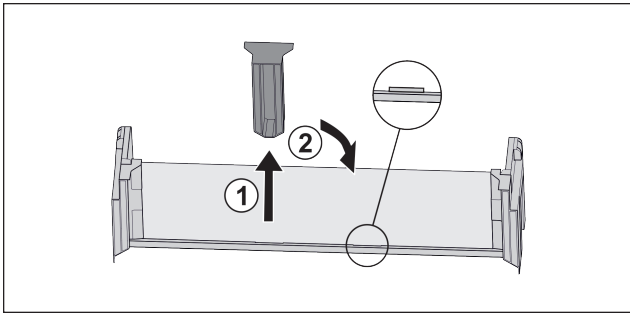

Fig. 124
- ▶ Mittleres Halteteil abziehen Fig. 124 (1).
- ▶ Mittleres Halteteil auf zweiter Position einsetzen Fig. 124 (2).